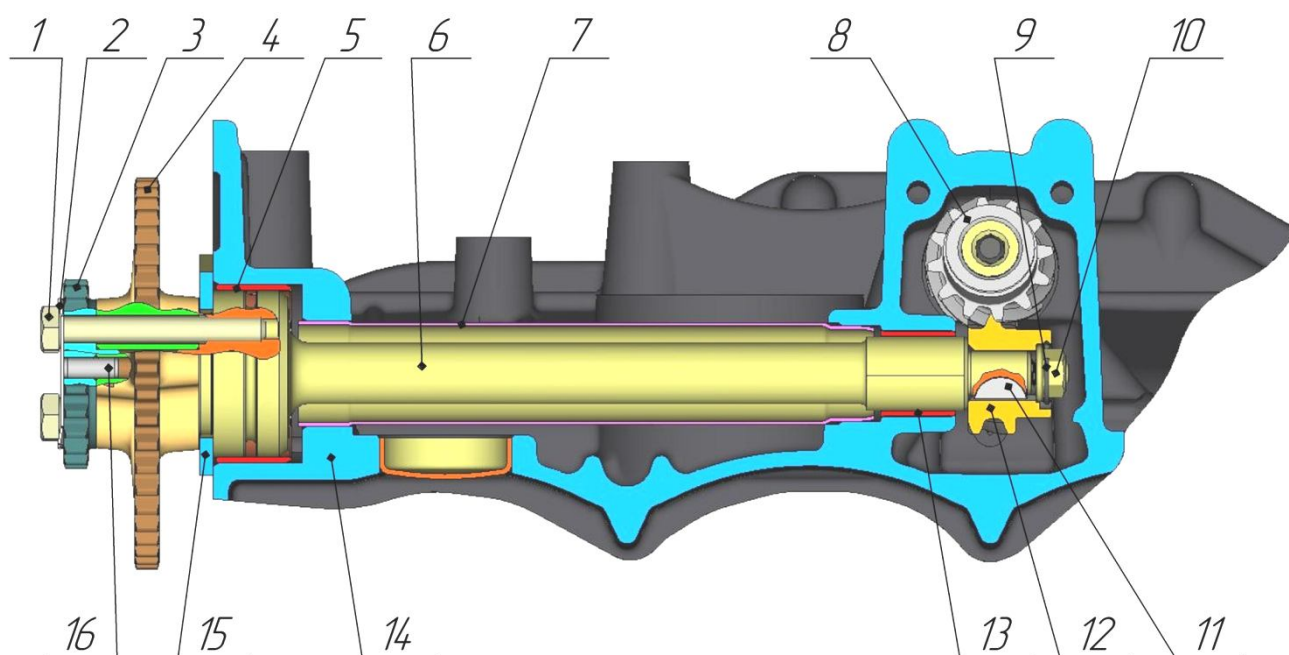

Рис.26. Вал промежуточный:
**Промежуточный вал** (рис.26) – служит для привода масляного насоса. Может применяться стальной промежуточный вал цельной конструкции или сборной конструкции. Передняя и задняя опорные шейки сборного промежуточного вала изготовлены из порошкового материала методом порошковой металлургии и напрессованы на стальной валик.